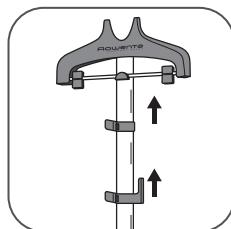

fig. 6a
- Ajustez le mât à la hauteur voulue en le glissant vers le haut puis verrouillez les 2 clips. **(fig. 6a, 6b)**